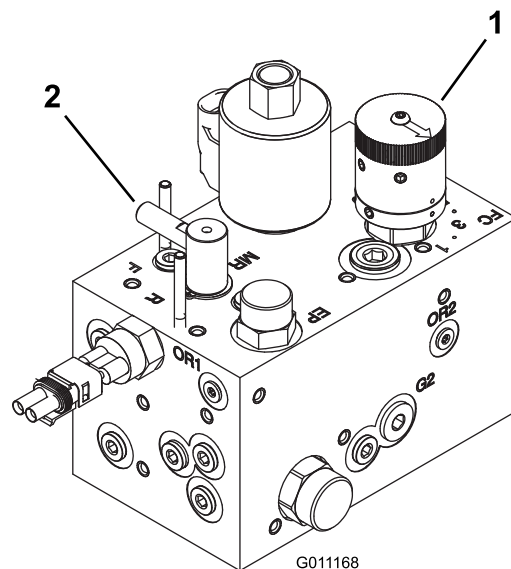

図 41
2. リール速度コントロールノブ（図 41）を、ステップ（1）で決めた番号に合わせる。